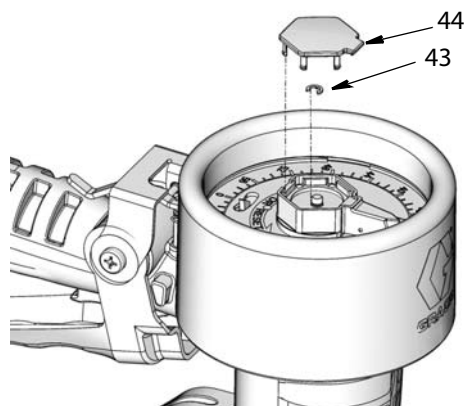

Рис. 35
5. Установите малое стопорное кольцо (43) и крышку (44) (Рис. 35)